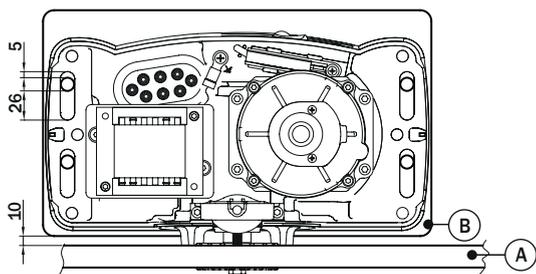

Fig. 2
- Posizionare il BG30 sui 4 tiranti, come indicato in fig. 2. Se necessario, svitare i dadi della piastra di fondazione.
- Positionner le BG30 sur les 4 tirants, comme indiqué dans la fig. 2. Si nécessaire, dévisser les écrous de la plaque de fondation.